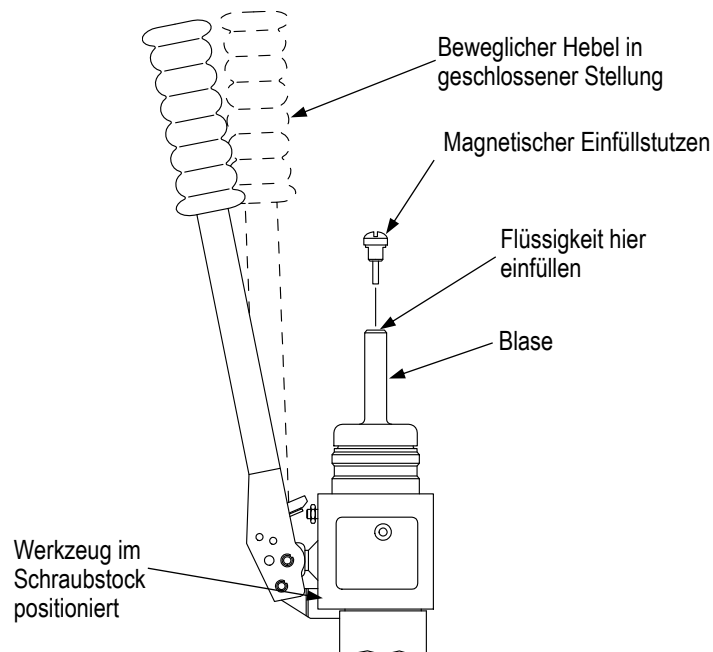

Abbildung 4
5.5. Prüfung des Hydraulikflüssigkeitsstands/Nachfüllen (Abbildung 4)